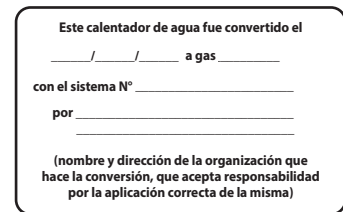

Figura 11. Colocación Correcta de las Etiquetas de Conversión de Gas
1. Una vez confirmados los valores de CO₂ o desviación, aplique las etiquetas de conversión incluidas para demostrar que el aparato ha sido convertido a propano. Coloque las etiquetas en posición adyacente a la placa de clasificación, como se muestra en la Figura 11.